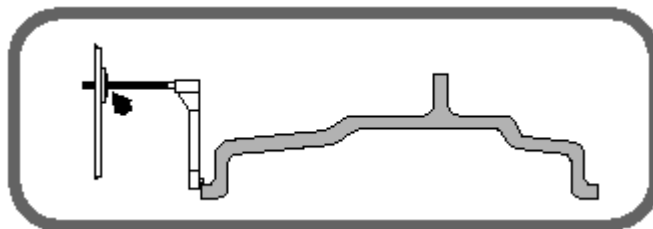

Рис. 19 Применение сенсора расстояния и диаметра
1. Взять сенсор расстояния и диаметра, установить на внутренний край диска (рис. 19) и снять значение расстояния со шкалы.
2. Нажать кнопку (1): один из индикаторов геометрических параметров на полосе данных должен загореться фиолетовым светом.
3. Установить сенсоры диаметра и расстояния на внутренний край диска (рис.19) и снять показания расстояния со шкалы.